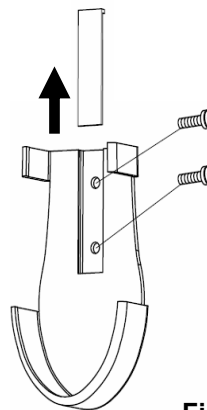

Fig. 14a
2. Quite el tornillo de la tapa, instale el portamandos con los 2 tornillos y vuelva a colocar la tapa. (Fig. 14a).